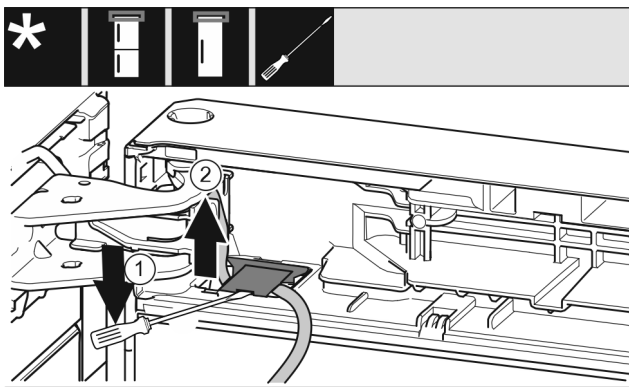

Fig. 21
- ▶ Išdrožiniu atsuktuvu pakelkite dengiamąją plokštelę ir ją ištraukite. Fig. 21 (1)
- ▶ Ištraukite kabelį. Fig. 21 (2)